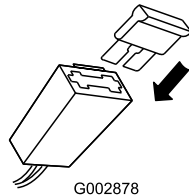

Figura 26
2. Introduzca el fusible en el portafusibles (Figura 26).